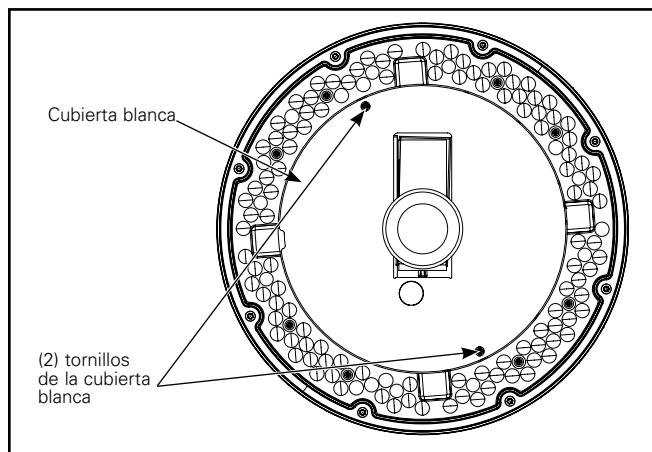

Figura 6.
2. Retire los 2 tornillos de la cubierta blanca que la sostienen (Figura 6). Reserve. No retire las cubiertas de la lente del LED.
8. Vuelva a instalar la cubierta blanca y sus dos tornillos retirados en el paso 2 (Figura 6). Ajuste estos tornillos a 5 pulg.-lb (0,56 Nm).